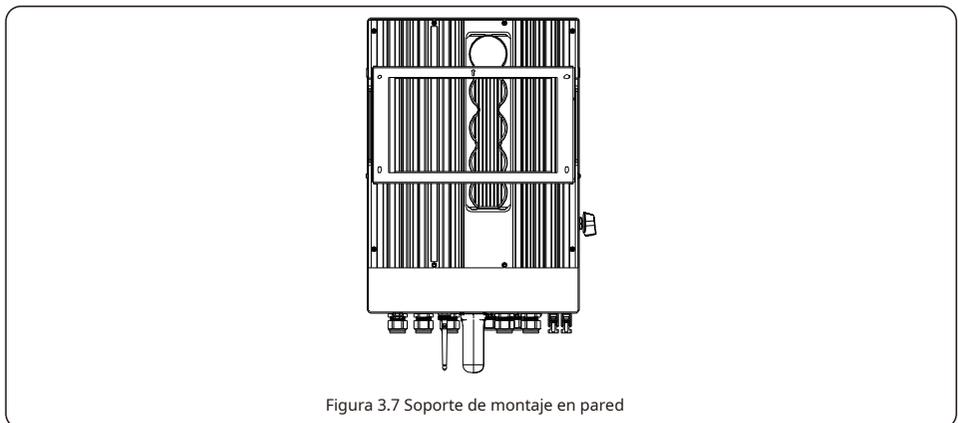

Figura 3.7 Soporte de montaje en pared
2. Levante el inversor (tenga cuidado de no forzar el cuerpo) y alinee el soporte posterior del En el inversor con la sección convexa del soporte de montaje. Cuelgue el inversor en el soporte de él montaje y asegúrese de que esté seguro (consulte la Figura 3.7)